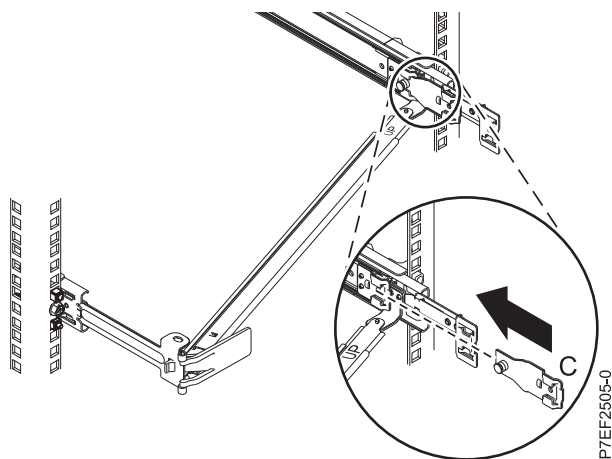

図 14. 取り付け金具をスライド・レールに取り付ける
6. ケーブル・マネージメント停止ブラケット (B) を右側スライドの内側のスロットに取り付けます。停止ブラケット (B) をスライド・レールに滑り込ませ、バネ式のピンが所定の位置に収まるまでスライドさせます。詳しくは、11 ページの図 14を参照してください。